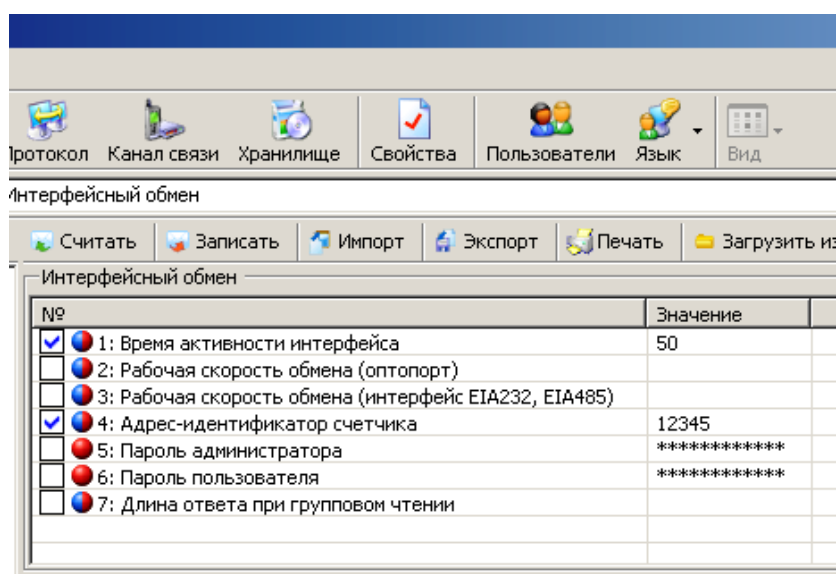

Рисунок 5.13 – Интерфейсный обмен
- Проверить значения начальной и рабочей скорости через интерфейс, они должны быть равны 2400 бод (3) (см. п. 5.4.3).
- Чтением параметра «время активности интерфейса» убедиться, что его значение равно 50 с. (см. рисунок 5.13).
- Чтением параметра «адрес-идентификатор счетчика» (см. рисунок 5.13) убедиться, что его значение равно 5 последним цифрам серийного номера, без нулей перед значащими цифрами, т.е. если 5 последних цифр заводского номера равны «00001», то идентификатор равен «1».